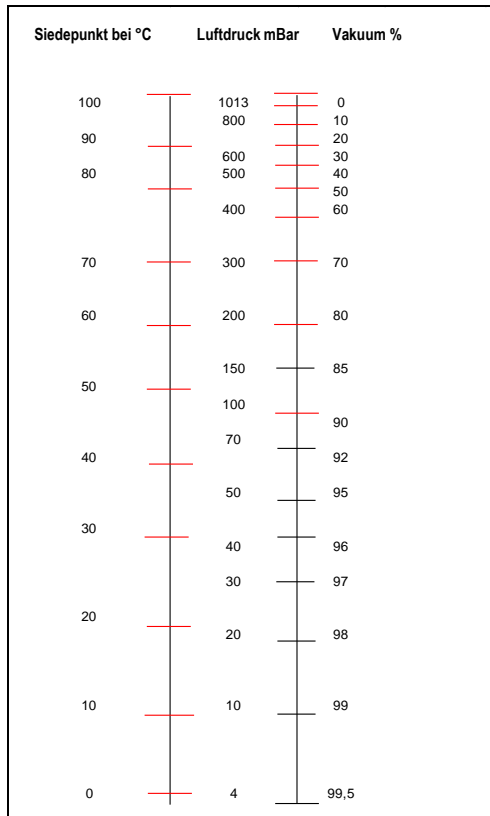

Abbildung 8: Siedepunkt bei X-Grad Celcius
- Wenn der Druck abnimmt, wird der Siedepunkt von Flüssigkeiten reduziert (siehe Abbildung 8). Dieses physische Gesetz kann ein Produkt veranlassen zu kochen. Zusätzlich zur Verunreinigung der Maschine sorgt das für Gewichtsverlust und Verlust der Qualität des Produktes